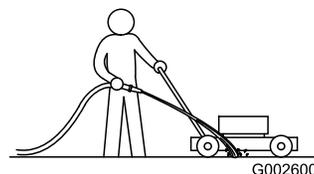

Bild 17
3. Lassen Sie den Motor bei eingekuppeltem Messer laufen und sprühen Sie einen Wasserstrahl vor das **rechte** Hinterrad (Bild 17).